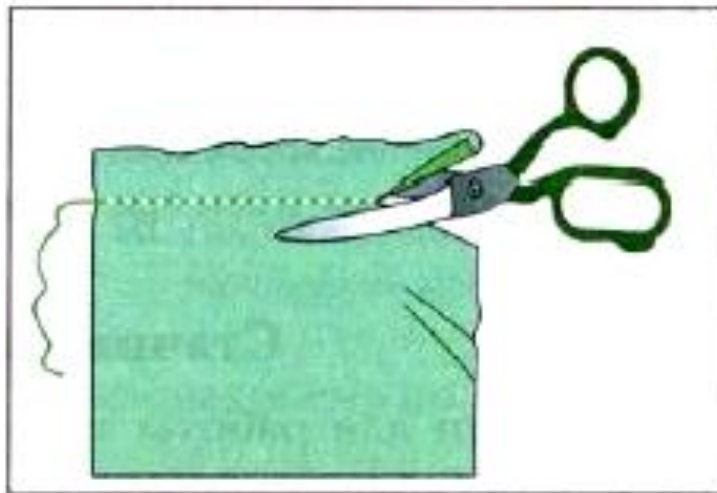

Рис. 43. Выравнивание края ткани
- разложить ткань, вытянуть (выдернуть) из нее, насколько возможно ближе к краю, поперечную нить, после чего срезать неровный край точно по следу удаленной нити (рис. 43);